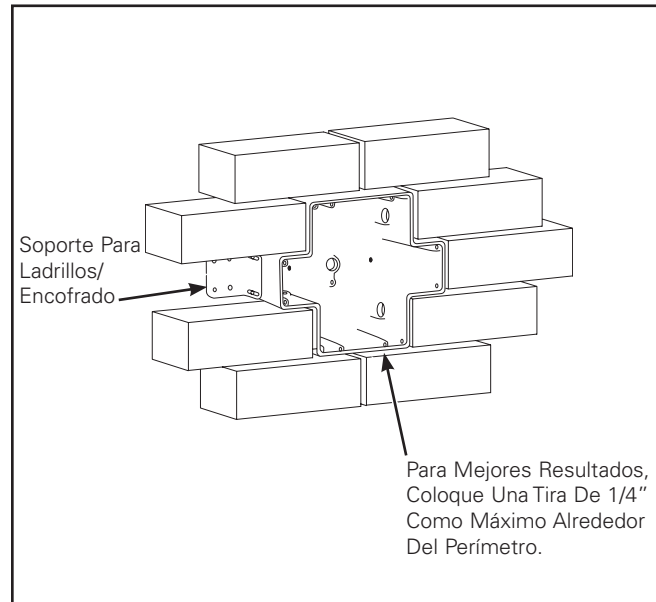

Figura 3. Montaje En Caja/Ladrillos
1. Si las paredes aún no se han construido, la unidad puede colocarse cuando se realice la construcción de ladrillos. Asegúrese de que la caja esté en posición "up" (arriba) (ver interior de la caja). Se incluye con la unidad un soporte ajustable para montar la caja al revestimiento. Fije los soportes al lateral del área de la plantilla de sujeción con los (4) tornillos N.º 8-32 suministrados. La superficie externa del frente de la caja debe estar a ras con la parte externa terminada de la pared para garantizar una instalación adecuada. El soporte deja 1" (2,54 cm) de recorrido para ajustar a la superficie acabada externa (Figura 3.). Seleccione un eje de entrada al conducto apropiado para el cableado eléctrico; y asegúrese de que haya suficiente espacio para que el conducto quepa dentro de la pared. Conecte el módulo de conexión de cables "rápido" para los cables de alimentación.